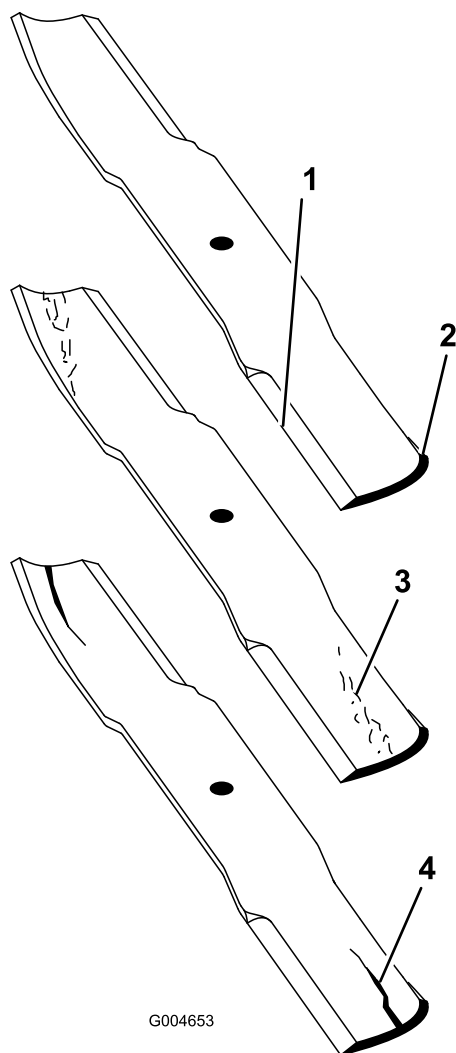

Figura 89
2. Verificate accuratamente i taglienti, con particolare attenzione ai punti d'incontro delle sezioni piatta e curva della lama (Figura 89).
Nota: Sabbia e materiali abrasivi possono consumare il metallo che connette le sezioni piatta e curva della lama, per cui si consiglia di controllare la lama prima di usare il tosaerba. Se riscontrate segni di usura (Figura 89), sostituite la lama.